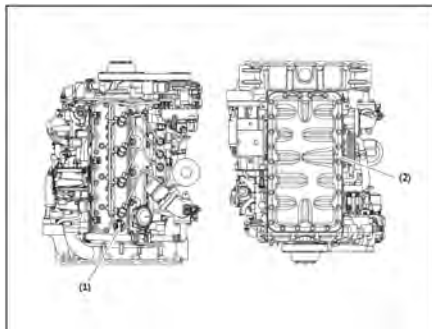

Рис. 5-5
Отверните сливную пробку (Рис. 5-5, (1)) и слейте моторное масло. Снимите крышку маслосливной горловины (Рис. 5-5, (2)).
Закройте крышку маслосливной горловины (Рис. 5-5, (2)) и установите масломерный щуп. Дайте двигателю поработать 5 минуты, проверьте отсутствие утечки моторного масла, а также уровень масла масломерным щупом.